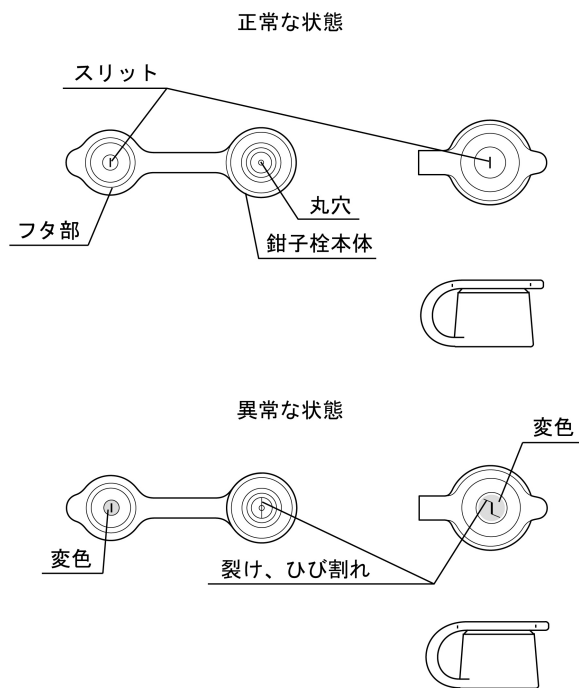

図 3
- 11.鉗子栓のフタ部のスリットまたは鉗子栓本体の丸穴に裂け、ひび割れ、変形、変色などの異常がないことを目視で確認すること（図 3 参照）。